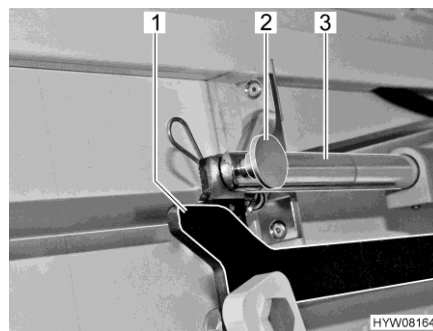

Bild 103 Antrieb (Hubbett)
- Verbindung (Sicherungssplint und Bolzen) (Bild 103,2) zwischen Schubstange (Bild 103,3) und Hebel (Bild 103,1) abziehen.
- Von unten zwischen Seitenwand und Hubbettgestänge fassen und Verbindung (Sicherungssplint und Bolzen) (Bild 103,2) zwischen Schubstange (Bild 103,3) und Hebel (Bild 103,1) abziehen.